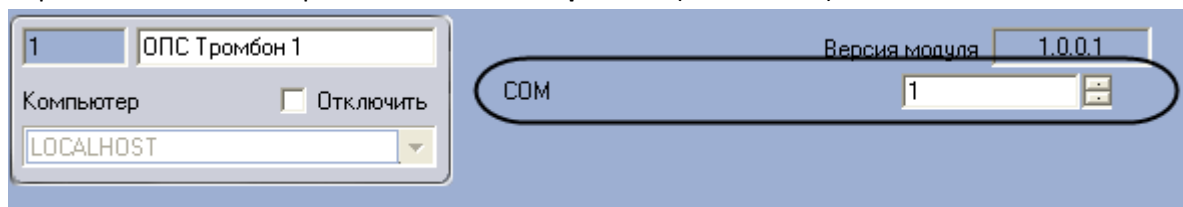

Рис. 3.2—2. Настройка подключения ОПС Тромбон
2. Указать СОМ-порт подключения системы к серверу с помощью кнопок **вверх-вниз** (см. Рис. 3.2—2).